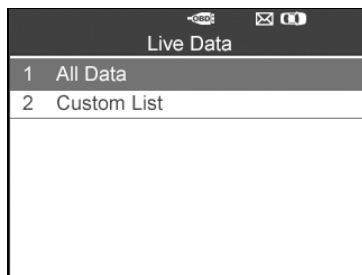

Рисунок 4.30
- 1) Используя кнопки прокрутки **вверх/вниз**, выберите в меню оперативных данных пункт **All Data [Все данные]**, а затем нажмите кнопку **Y**. (См. рисунок 4.30)
- 1) Для просмотра пользовательского списка оперативных данных используйте кнопки прокрутки **вверх/вниз**, чтобы выбрать пункт **Custom List [Пользовательский список]** в меню **Live Data [Оперативные данные]**, а затем нажмите кнопку **Y**. (См. рисунок 4.30)